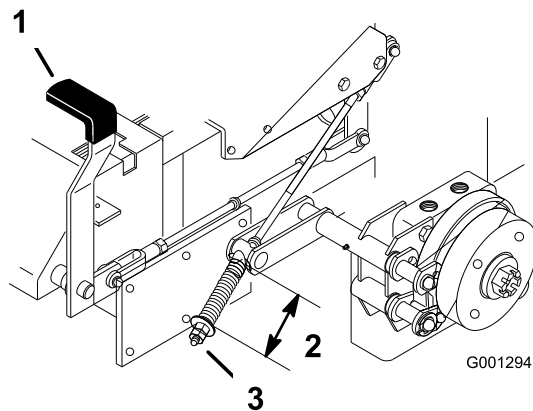

Bild 57
2. Messen Sie die Länge der Feder. Der Abstand zwischen den Scheiben sollte 64 mm betragen (Bild 57).
3. Falls Sie eine Einstellung vornehmen müssen, lockern Sie die Klemmmutter unterhalb der Feder und ziehen Sie die Mutter direkt unter dem Joch an (Bild 57). Drehen Sie die Mutter, bis Sie den korrekten Messwert erhalten. Drehen Sie die Muttern nach rechts, um die Federlänge zu verkürzen und nach links, um die Federlänge zu erhöhen.